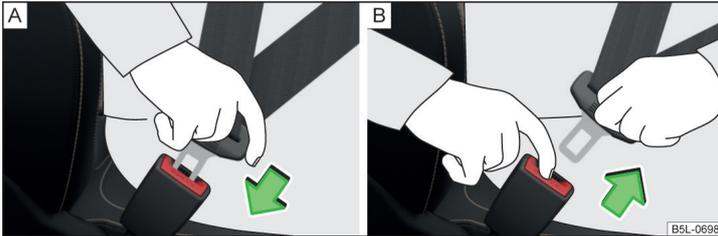

Abb. 5 Sicherheitsgurt anlegen / ablegen
- Die Schloßzunge in das zum Sitz gehörende Gurtschloß » Abb. 5 - [A] stecken, bis diese hörbar einrastet.
- Die rote Taste im Gurtschloß » Abb. 5 - [B] drücken, die Schloßzunge springt heraus.